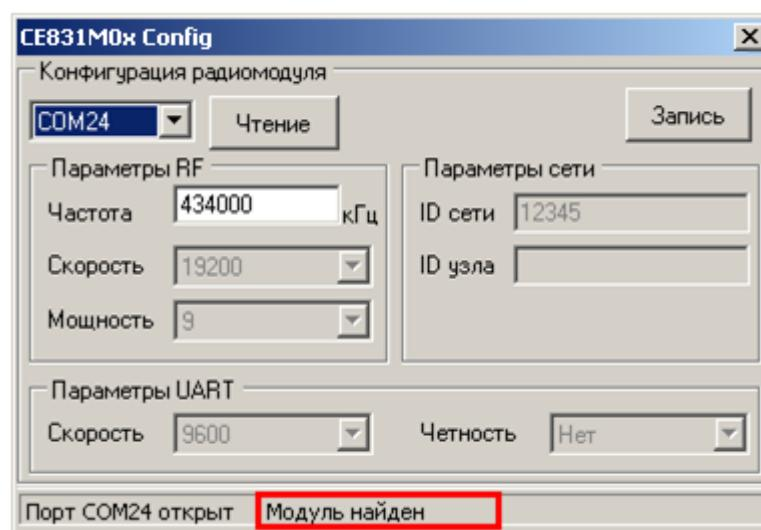

Рисунок 55 – Стока статуса после установления связи с радиомодулем
- Подать питание на счетчик, при этом в строке статуса должна появиться надпись «Модуль найден» (рисунок 55). В случае если модуль не найден, проверить правильность подключения модуля к ПК, отключить питание счетчика и повторно подать.
- После того, как связь с радиомодулем счетчика установлена, частоту радиоканала радиомодуля можно изменить (если требуется). Для этого необходимо ввести новое значение частоты в соответствующее поле ввода (см. рисунок 55).